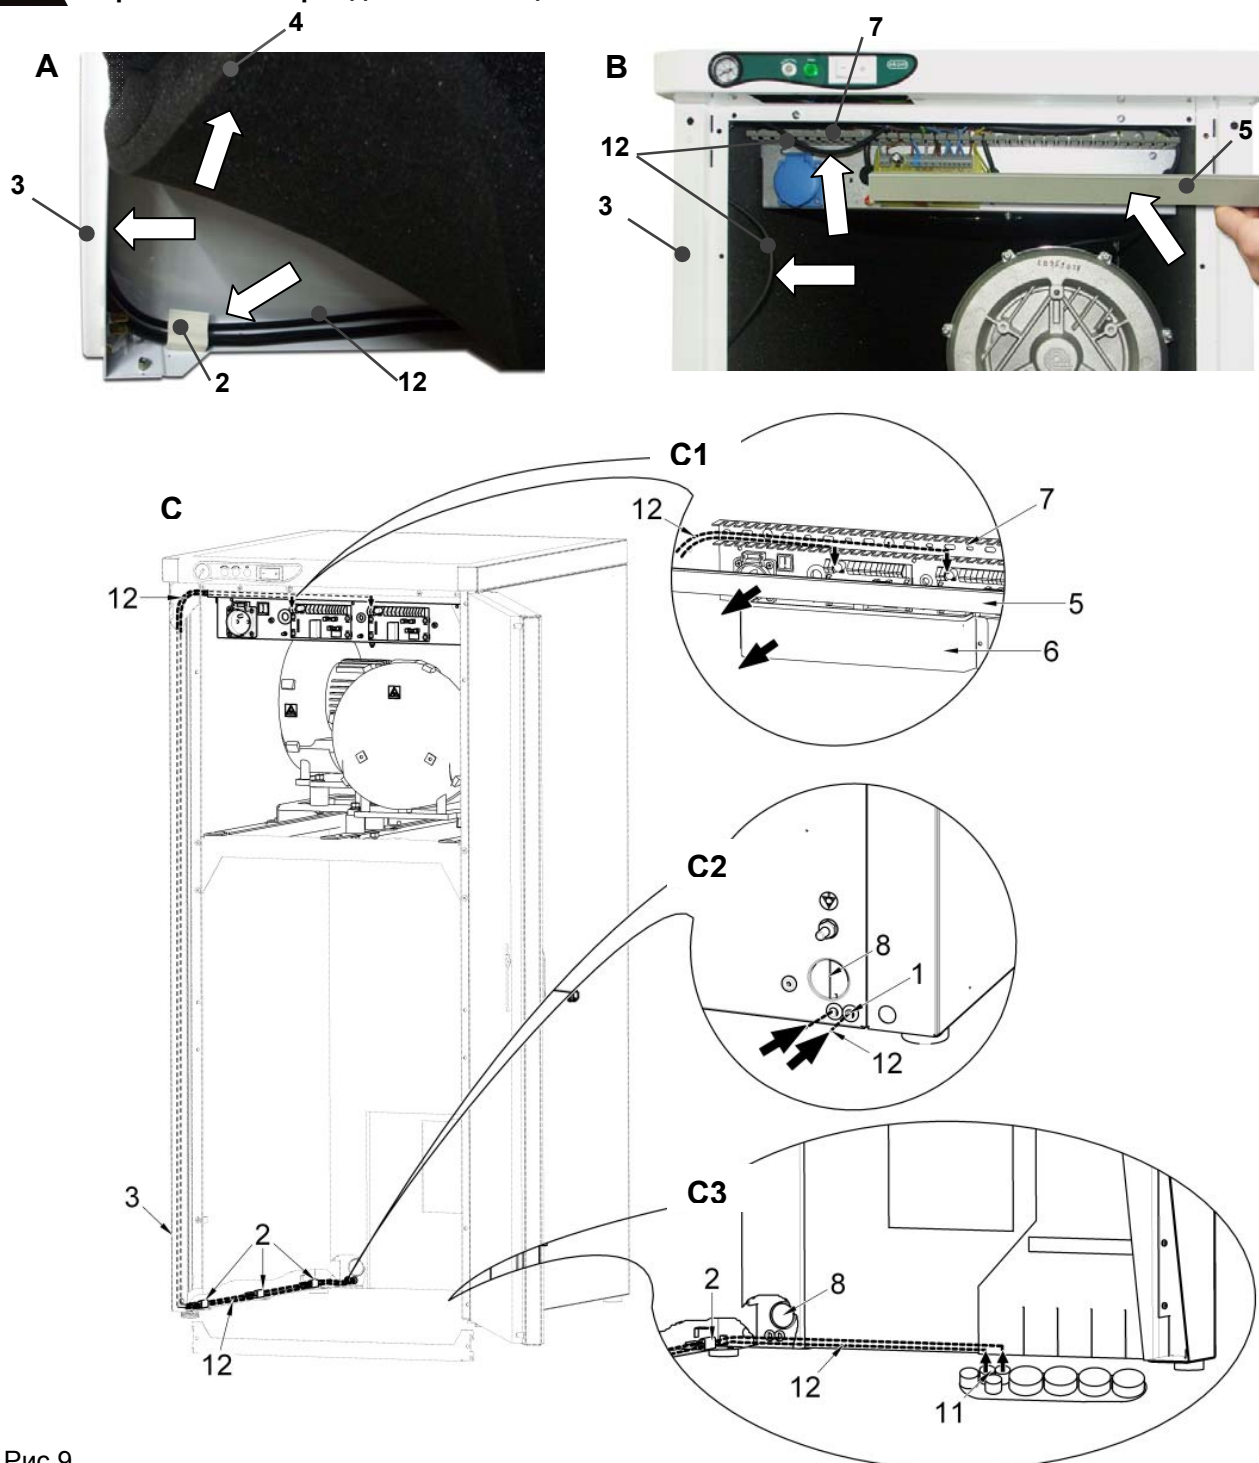

Рис.9
(Рис.9)
Шнур (12) управления отсасывающим устройством (24В перем./ пост.) проденьте через отверстие в задней части шкафчика (1) (рис.9-С2) или через трубопровод в полу (11) (рис.9-С3), прикрепите зажимами (2), расположенными на левой панели шкафчика в его нижней части, и проведите через полость (3) в передней части шкафчика (рис.9-А). Перед тем, как шнур вставить в зажимы, необходимо отодвинуть звукоизоляционный материал (4) в углах шкафчика. Снять кожух канала электрической разводки (5) и кожух электропанели (6). Шнур управления отсасывающего устройства подсоединить к клемме печатной платы в соответствии с электрической схемой, вставить его в полость (3) в передней части шкафчика, за звукоизоляционным материалом сбоку шкафчика (4) и в канал электрической разводки (7) (рис.9-В).
Напорный шланг на выходе из компрессора проденьте через заднее отверстие шкафчика (8) (Рис.9С) к электроприбору или подсоедините к выводу на полу. Напорный шланг подсоедините к выходу сжатого воздуха (9) компрессора с помощью гайки (10) (конуса), укрепленной с помощью шпонки.